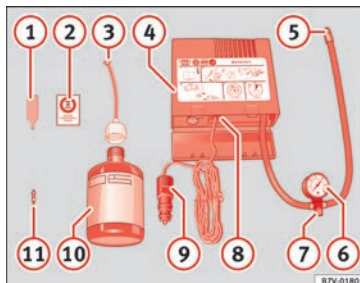

Fig. 79 Representación estándar: contenido del kit antipinchazos.
El kit antipinchazos se encuentra en el compartimento del maletero bajo el revestimiento del suelo. Incluye los siguientes componentes »» fig. 79:
Vuelva a enroscar el tubo de inflado » fig. 79 ⑤ y compruebe la presión en el manómetro ⑥.